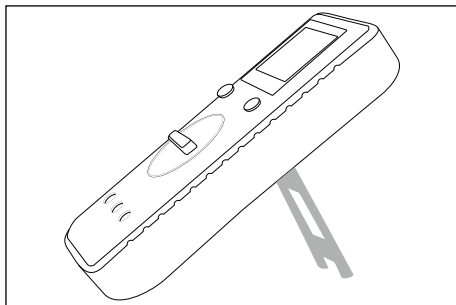

Fig. 4
- ◆ Per posizionare l'apparecchio aprire il sostegno del lato posteriore dell'apparecchio (vedere fig. 4).